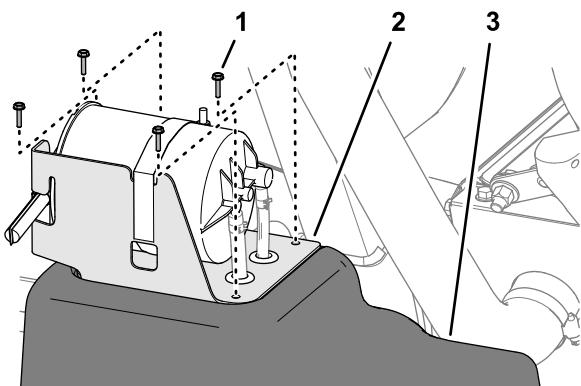

図 78
- 燃料タンク部分で、カーボンキャニスタ用ブラケットを燃料タンク上部に固定しているねじ#10 x  $\frac{3}{4}$ "4本を外す図 78。